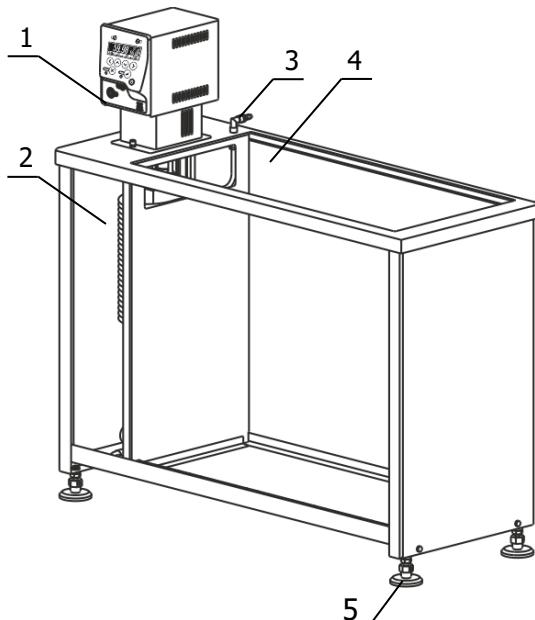
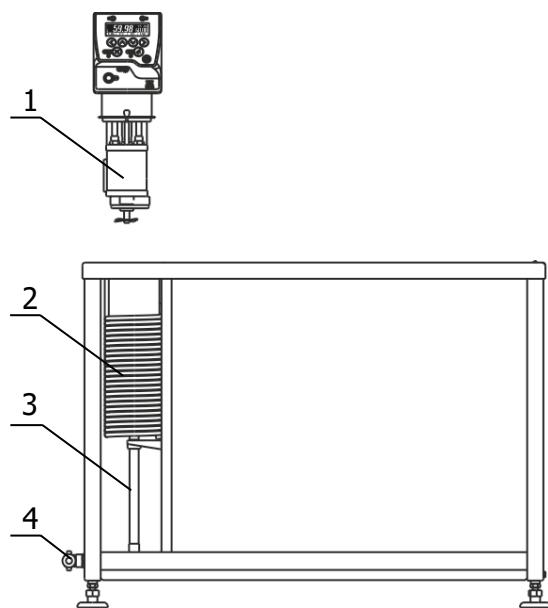

Рисунок 1 — Внешний вид термостата
Рисунок 3 — Установка блока регулирования
1.4.5 Принцип работы термостата заключается в следующем: циркуляционный насос блока регулирования температуры забирает теплоноситель из основной ванны 2 (рисунок 1), нагнетает его в резервуар 1 (рисунок 3) с нагревателем и датчиком температуры. В резервуаре температура теплоносителя регулируется и далее, через выходную трубку 3 теплоноситель поступает в рабочую ванну 4 (рисунок 1), а затем переливом в основную ванну.
Причина отсутствия перелива — неправильная работа насоса, вызванная воздушной пробкой, образовавшейся в резервуаре 1 (рисунок 3). Для ее устранения необходимо:
енного теплообменника 3 (рисунок 1). Поток охлаждающей жидкости должен быть равномерным и, по возможности, небольшим. Дополнительное охлаждение не требуется, если температура теплоносителя выше температуры окружающей среды более чем на 15 °C.
2.3.2 Надеть сливной шланг из комплекта поставки на сливной кран 4 (рисунок 3) и закрепить его хомутом. Свободный конец шланга опустить в емкость для сбора теплоносителя объемом, превышающим объем термостата.